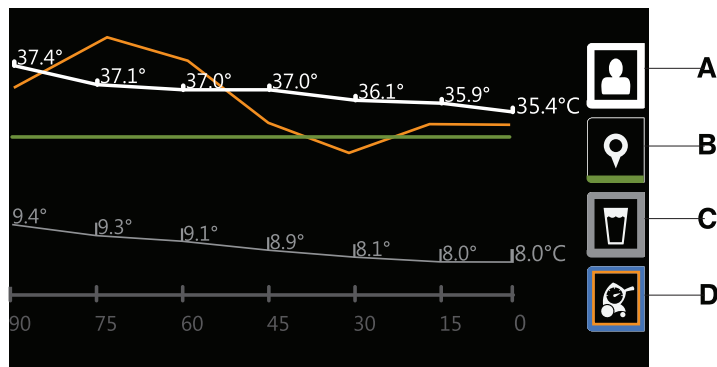

Abbildung 3-18: Grafische Anzeige
- Primärer Patiententemperaturmesswert aus der angebrachten Sonde (A) (Abbildung 3-18 auf Seite 3-36)
- Zwischenzieltemperatur (B)
- Wassertemperatur (C)
- Leistungsstand (D)